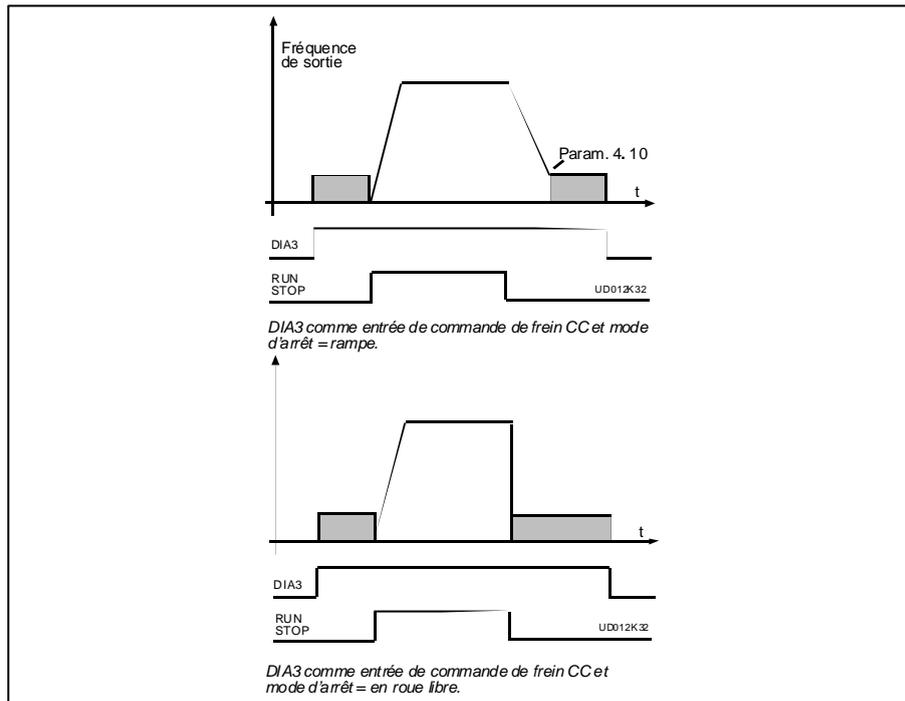

Figure 5.5-4 DIA3 comme entrée de commande de freinage à CC : a) Mode d'arrêt = Rampe, b) Mode d'arrêt = En roue libre.
- 9: Commande de freinage à courant continu contact fermé = Dans le mode d'arrêt, le freinage à courant continu opère jusqu'à ce que le contact soit ouvert, voir figure 5.5-4. Le courant de freinage à courant continu est réglé avec paramètre 4.8.